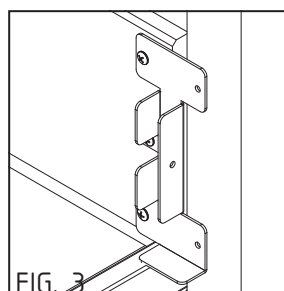

FIG. 3
3. Appoggiare gli elementi ferampiedi corti (3.1) all'interno della struttura, con l'alloggiamento per la tavola lunga rivolto verso l'interno (FIG. 3).